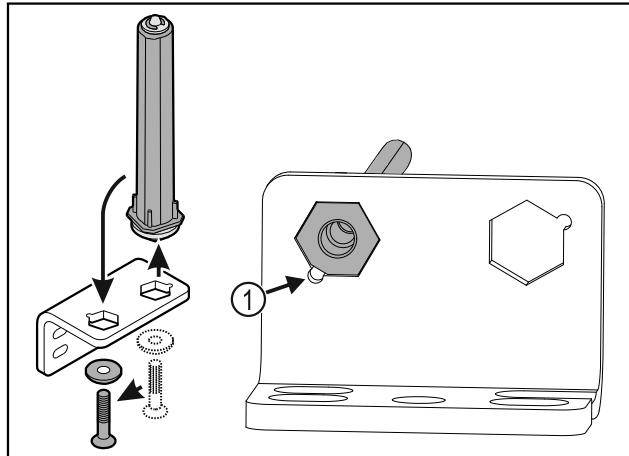

Fig. 30
- Bodite pozorni, da pri vstavljanju izravnalne točke sornika Fig. 30 (1) kažejo v smeri okrogle luknje.